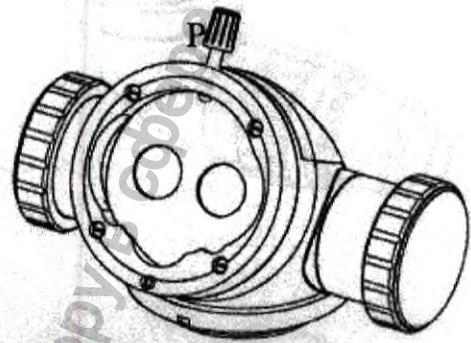

Рис. 21
10.1 Двойной светоделитель (рис. 21)
10.2 Наклонный светоделитель (рис. 21)